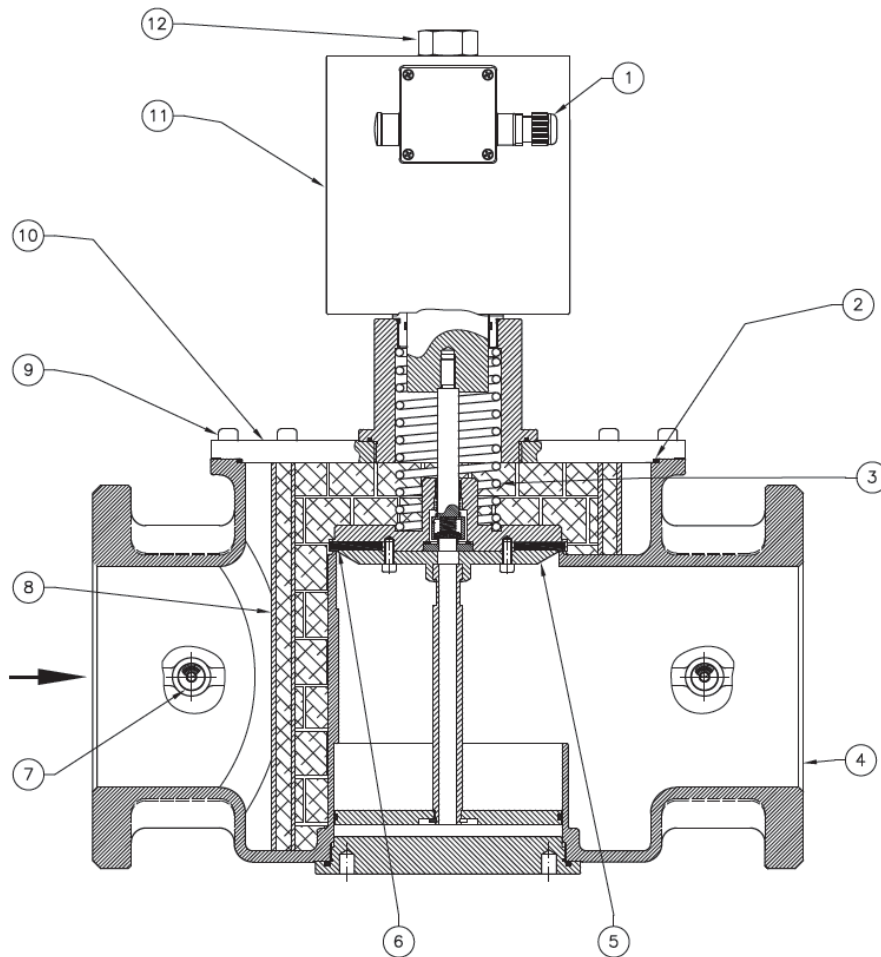

Рис. 5
- **DN32 ÷ DN150.** Для внутреннего осмотра состояния клапана (Рис. 2 - Рис. 5) открутите винт или гайку 12 и снимите катушку 11. Открутив фиксирующие винты 9, осторожно снимите крышку 10. При необходимости замените уплотнительное кольцо 6 затвора 5. Очистите или продуйте фильтр 8. При необходимости замените его (направляющие 18 и 19 Рис. 6 помогают легко установить фильтр на место). Соберите клапан в обратном порядке.